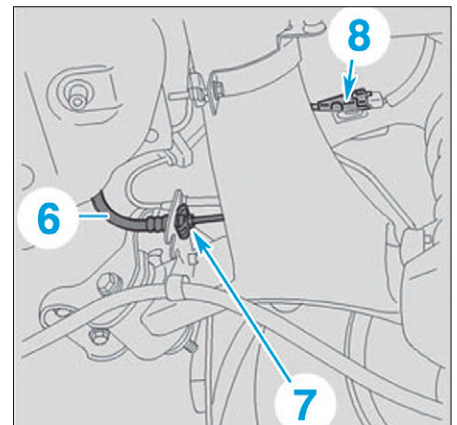

FIG. 44
- désaccoupler les flexibles de frein (6) sur les tuyaux rigides de frein (7) (Fig.44),
- déconnecter les connecteurs (8),